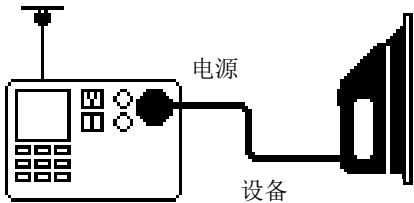
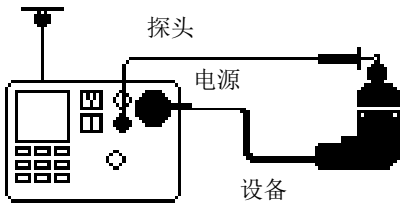

图 5 I 级设备绝缘测试连接
图 6 II 级设备绝缘测试连接
- 请按显示屏上的指示来连接设备与测试探头，请参见图 5 和图 6。